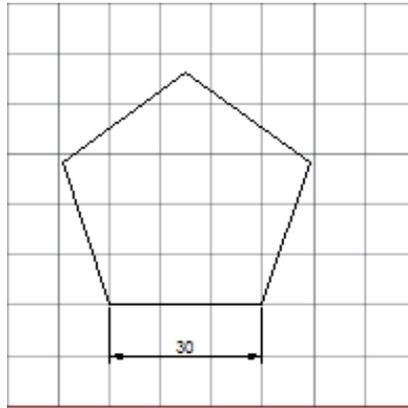

Рис.3. Пример детали
1. Построить многоугольник (Рис.3).